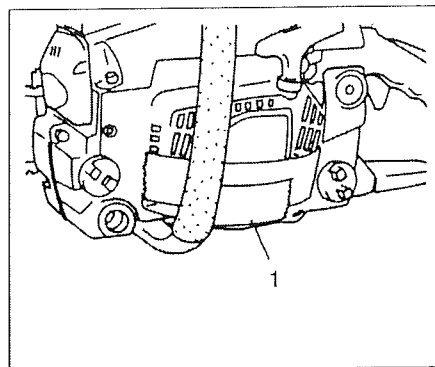

Fig.3-12B
When the unit is used in very cold weather, it is advisable to cover the slits of the halfway down of recoil starter side with glue tape (1) so that snow dust will not get into fan case. (Fig. 3-12B)
Lorsque la machine est utilisée par temps très froid, il est recommandé de couvrir les fentes de la moitié inférieure du carter lanceur avec du papier adhésif (1) afin que les particules de neige ne pénètrent pas dans le carter de la turbine. (Fig. 3-12B)
Se si usa l'attrezzo quando fa molto freddo, è consigliabile coprire le fessure presenti sulla parte dell'avviatore autoavvolgente con del nastro adesivo (1) in modo che la polvere gelata non possa penetrare nel vano della ventola. (Fig. 3-12B)
Bei Einsatz in extrem kalter Witterung empfiehlt es sich, die Schlitzlöcher unten auf der Zugstarterseite mit Klebeband (1) zu verschließen, damit kein Schnee in das Lüftergehäuse gelangen kann. (Fig.3-12B)
Cuando la unidad es usada en un clima sumamente frío, se le advierte cubrir la parte baja de ranuras del arrancador de desimanación con cinta adhesiva (1) para que los polvos de nieve no se metan en la caja de ventilador. (Fig. 3-12B)
När enheten används i mycket kall väderlek, uppmanas Du att täcka för springorna på den nedre halvan av startkåpan med tejp (1) så att snö och damm inte kommer in i fläkthuset. (Fig. 3-12B)